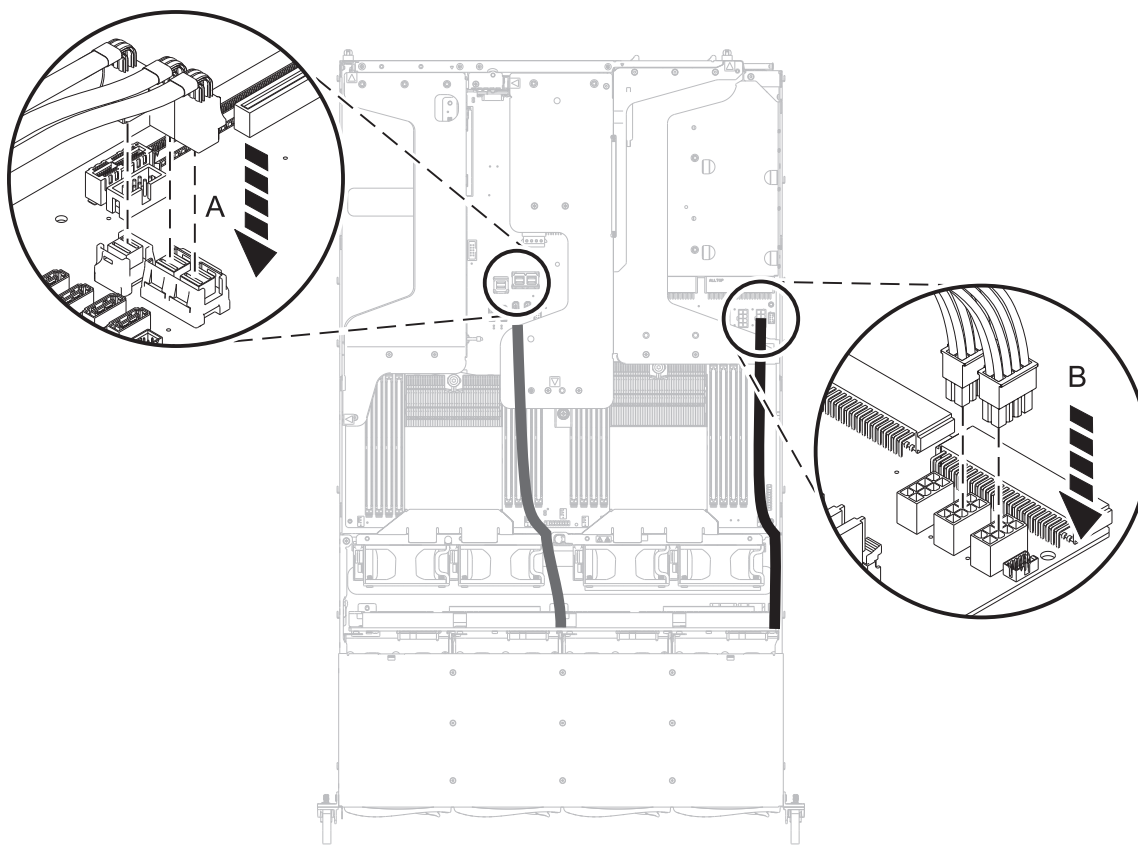

Figure 20. Connexion des cordons d'interface et des câbles d'alimentation de l'unité
8. A l'aide de vos étiquettes, remettez en place les cordons d'interface de l'unité (**A**), comme indiqué dans la figure 20, à la page 25. A l'aide de vos étiquettes, remettez en place les câbles d'alimentation de l'unité (**B**) dans le fond de panier système.